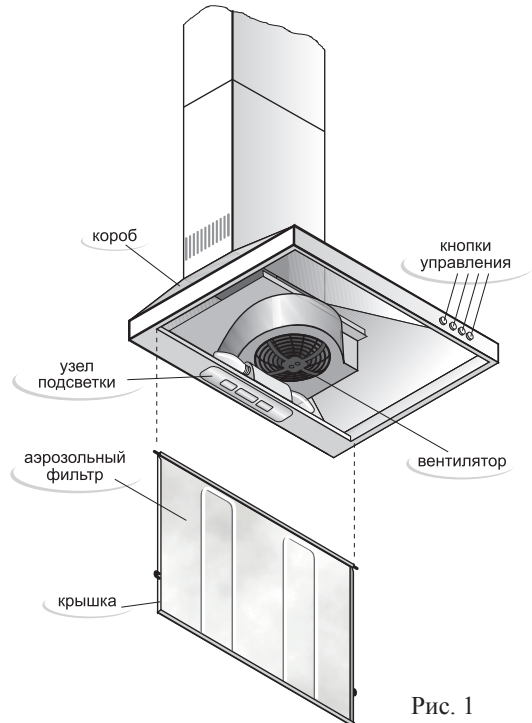
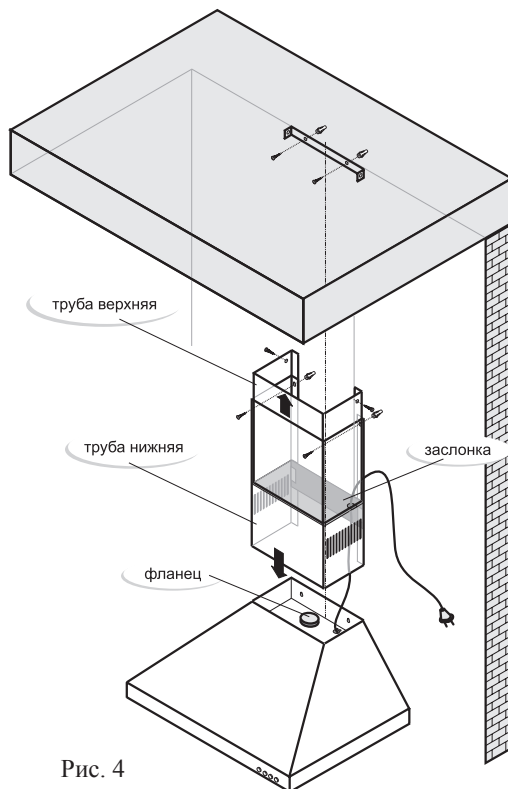

Рис. 1
Рис. 4
- 5.1 Внутри короба воздухоочистителя (рис.1) располагаются вентилятор и узел подсветки. Снизу короб закрывается крышкой с аэрозольным фильтром (или металлическим фильтром для модификаций К30, К31, К41, К42, К43, К44, К45, К47, К48). На панели расположены кнопки управления работой воздухоочистителя. В верхней полости короба воздухоочистителя (рис.4) установлен фланец для отвода очищенного воздуха.